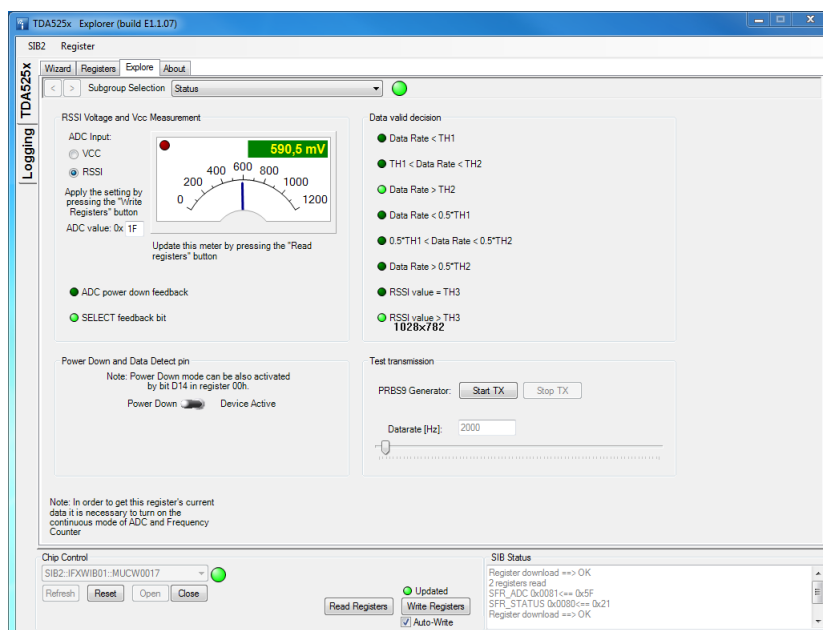

图 10: TDA525X Explorer, “浏览”选项卡
- 此外，可以在“浏览”选项卡上读取 **SFR 状态寄存器**和**SFR ADC 寄存器**。在“浏览”选项卡上有 **RSSI 电压**和**Vcc 测量**和**数据有效性判断**字段（参见图 10）。